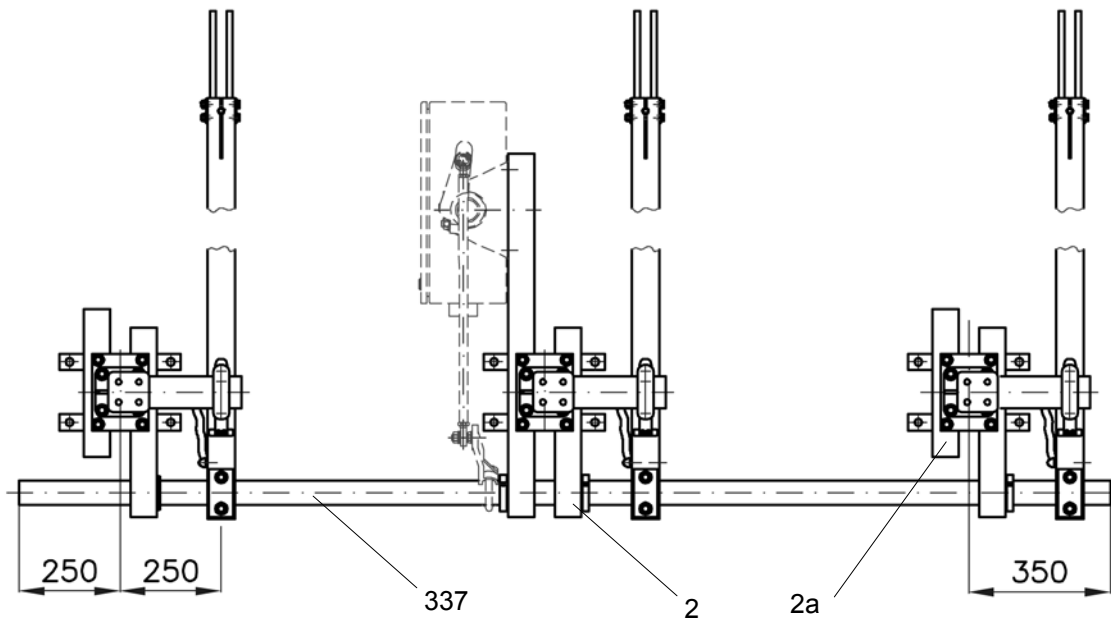

Рисунок 7: Монтаж заземлителя при параллельной установке
7. Установить вал заземлителя (337) [рис. 7]